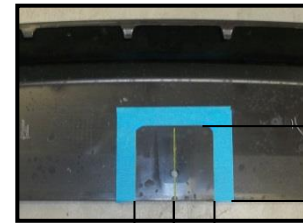

Figure 3
- Enlever la garniture du carénage inférieur** – Repérer et marquer le centre du carénage inférieur. Retirer le rivet en plastique dans le bas du carénage. À l'aide d'un tournevis à lame plate, retirer une (1) vis de chaque côté, situées à l'intérieur du carénage au point de fixation inférieur. Séparer avec précaution la garniture du carénage inférieur arrière en la tirant vers le haut (si nécessaire, appliquer une pression minimale sur les languettes situées sur l'intérieur du carénage arrière). Retirer les languettes restantes du carénage en plastique.
- Soulever l'attelage pour gabarit** – À l'aide de la méthode du fil de tirage inversée, poser les articles 1 et 2 dans le trou d'accès existant du cadre (laisser le fil de tirage attaché à l'article 1). Acheminer le fil de tirage par les fentes avant de l'attelage. Soulever l'attelage en place, acheminer l'article 3 par-dessus le fil de tirage, en utilisant une rondelle conique pour maintenir le boulon en place, puis retirer les fils de tirage et attacher l'écrou hexagonal. Serrer à la main des deux côtés. S'assurer que l'attelage est de niveau et centré sur le véhicule. En utilisant l'attelage comme gabarit, marquer (au crayon ou au pointeau) l'emplacement des deux (2) trous arrière de chaque côté.
- Découper le carénage inférieur** - Découper le carénage inférieur comme illustré. Voir la figure 3. Rayon recommandé dans les coins.
- Réinstaller le carénage** – Reposer les deux (2) languettes de carénage extérieures en plastique. Réinstaller le carénage inférieur au centre et pousser avec précaution les languettes dans les fentes correspondantes. Reposer les vis dans les points de fixation inférieurs. Reposer les rivets en plastique. Remettre la languette centrale en plastique du carénage au propriétaire.
10. **Découper le carénage inférieur** - Découper le carénage inférieur comme illustré. Voir la figure 3. Rayon recommandé dans les coins.
11. **Réinstaller le carénage** – Reposer les deux (2) languettes de carénage extérieures en plastique. Réinstaller le carénage inférieur au centre et pousser avec précaution les languettes dans les fentes correspondantes. Reposer les vis dans les points de fixation inférieurs. Reposer les rivets en plastique. Remettre la languette centrale en plastique du carénage au propriétaire.